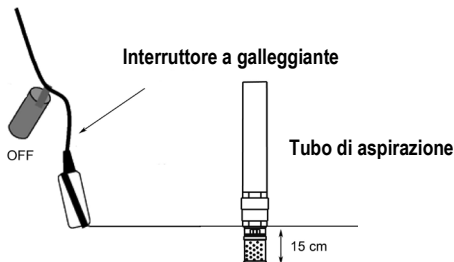

Figura 06
1. Posizionare il galleggiante come indicato in figura. 06.